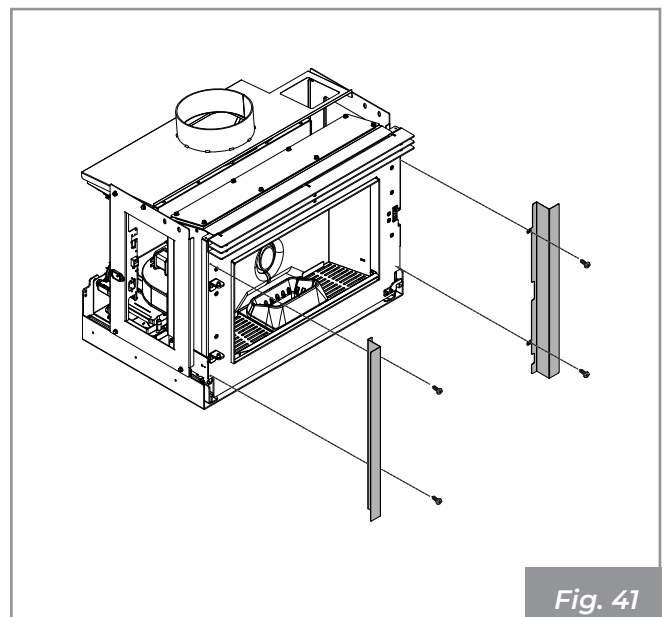

Fig. 41
- Cornici laterali compensazioni ( **Fig. 41**).